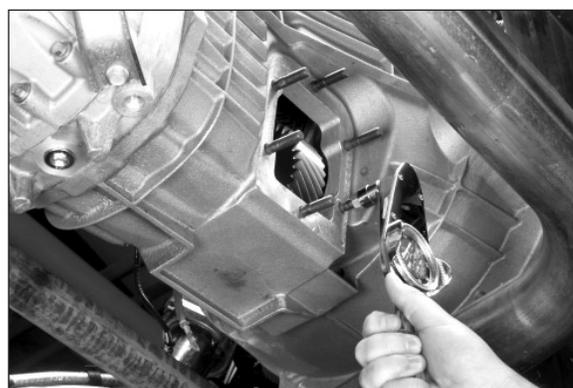

Fig. 3
4. Instale os seis pinos e dê o torque para 17-19 Lbs.pé [23-26 N.m] (Fig. 3).